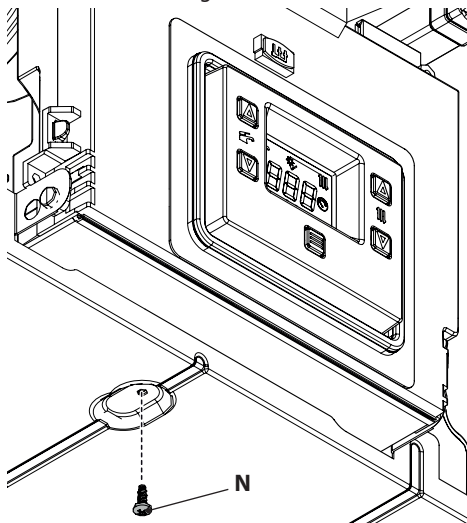

Figura 5.22
- Svitare la vite **N** (Figura 5.22).